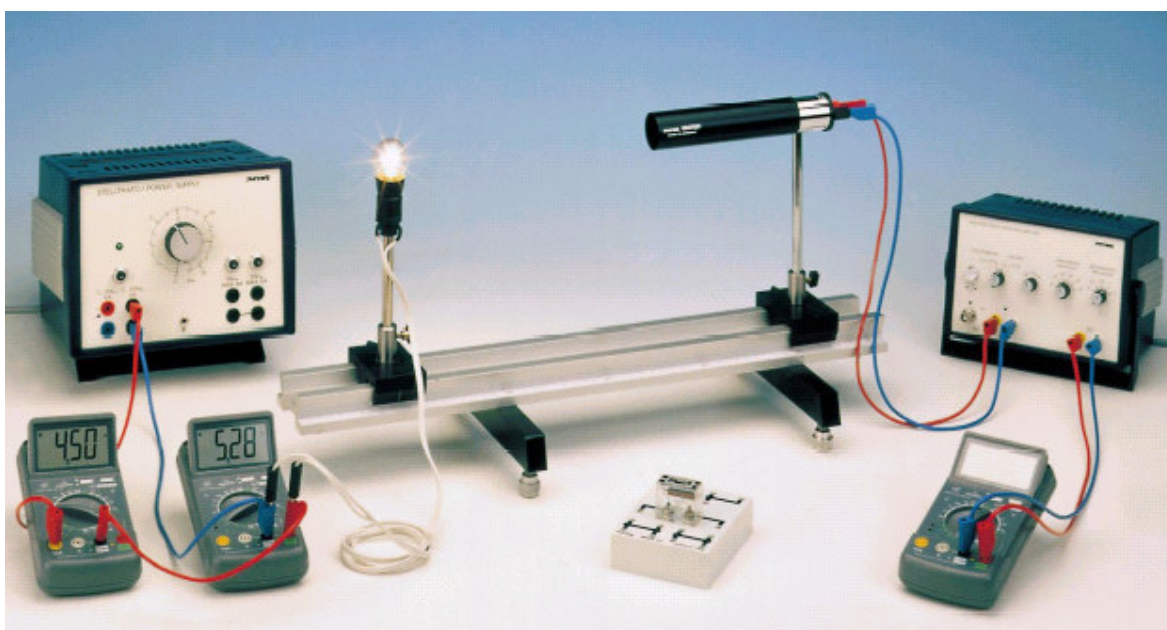

Fig. 4: Arranjo experimental para verificação da lei de Stefan-Boltzmann.
23. O arranjo experimental encontra-se esquematizado na Fig. 4. A lâmpada incandescente deve ser conectada à fonte de tensão na saída AC. A corrente através do filamento ( $I_{\text{lâmpada}}$ ) é medida com um amperímetro em série com a lâmpada, enquanto que a tensão nos terminais da lâmpada ( $V_{\text{lâmpada}}$ , com valor máximo de 8 V) é medida com um voltímetro em paralelo com esta.